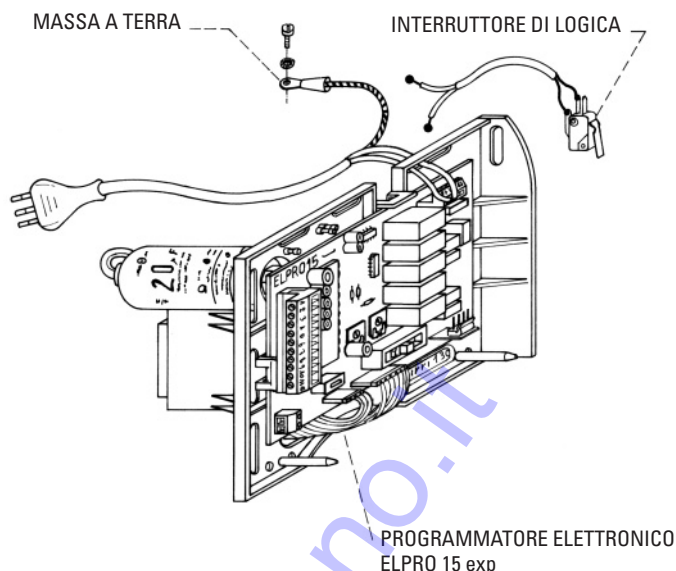

FIG. 14
- Si fa presente che sulla scatola programmatore elettronico sul lato destro c'è inserito un interruttore di stacco **bassa tensione**, il quale chiude il contatto quando si posiziona il coperchio del cofano. Fig. 14.